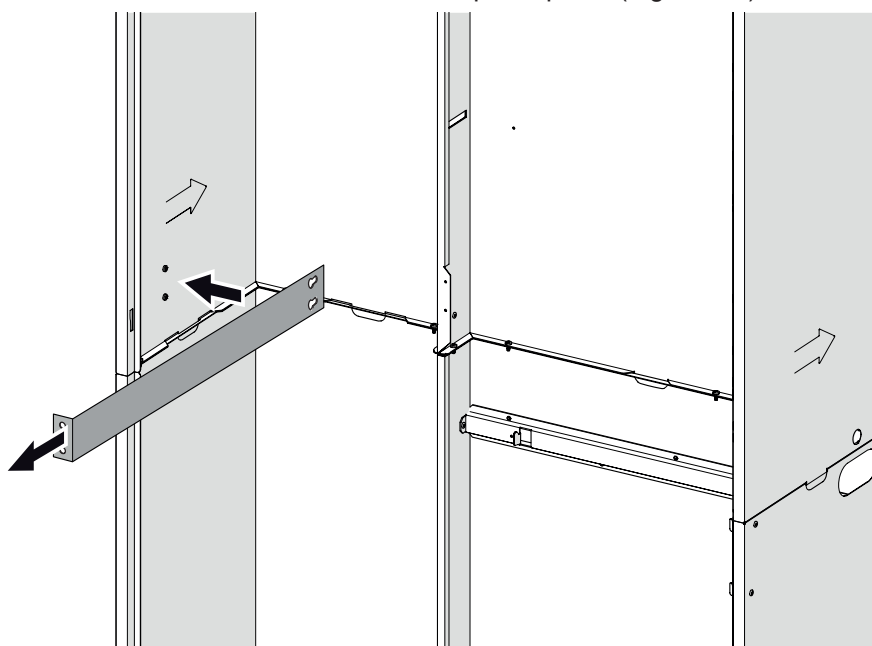

Figura 2.3
• Inserire e bloccare la fascia di contenimento bollitore sulle viti predisposte (Figura 2.3).